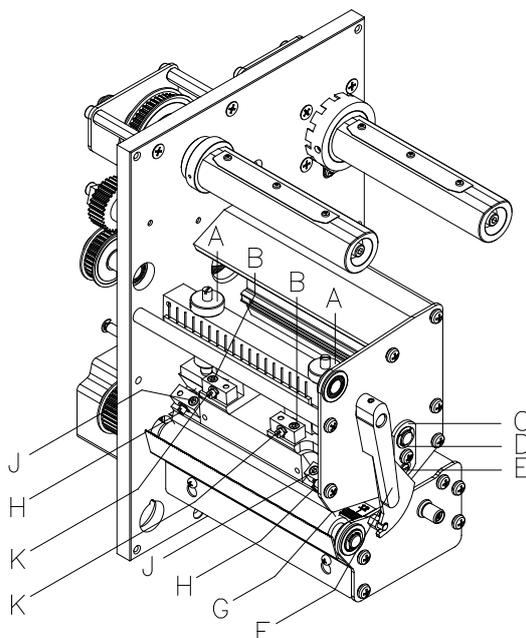

Figura 12
Si tras regular el paralelismo no se consiguiera que la anchura de la impresión fuese regular, se puede igualar con la ayuda de una placa de fijación (C, **Figura 12**) como se explica a continuación:
1. Afloje el tornillo (D, Figura 12) girándolos aprox. $\frac{1}{4}$ de vuelta.
2. Gire la clavija excéntrica (E, Figura 12) para ajustar una impresión igualada. Continúe ajustando el cabezal de impresión hasta que la impresión en el text salga igualada.
3. Coloque de nuevo los tornillos (D, Figura 12).
1. Gire los tornillos de presión (A, Figura 12) para modificar la presión del cabezal de impresión.
2. Gire los tornillos de presión (A, Figura 12) en el sentido de las agujas del reloj hasta que llegue al tope, se consigue un incremento de presión de 10N respecto al ajuste inicial de fábrica.
3. Gire los tornillos de presión (A, Figura 12) hacia el tope derecho, girándolo en dirección contraria a las agujas del reloj, se obtendrá el valor de regulación de fábrica.